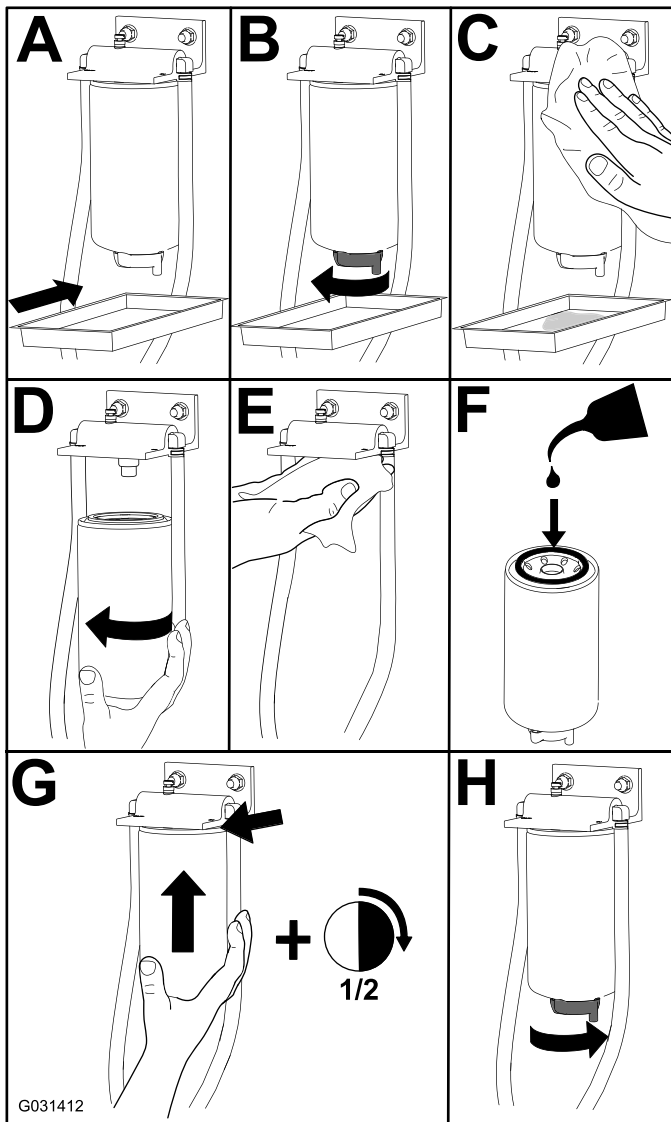

Figura 67
1. Sostituite il filtro come illustrato nella Figura 67.